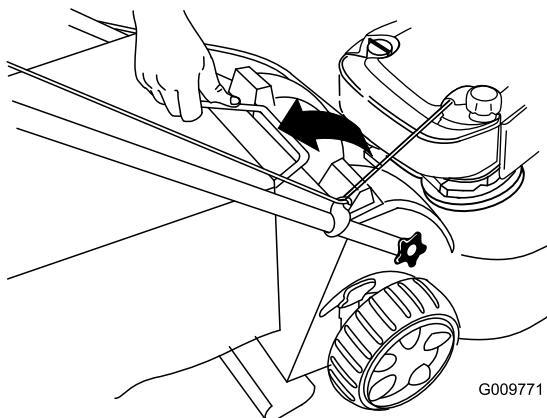

Figure 33
- Soulevez le bac à herbe par la poignée pour le dégager des rainures en haut de la machine et le retirer (Figure 33).